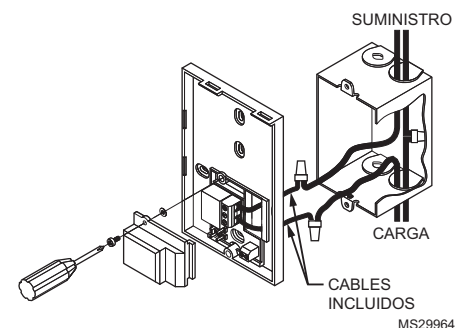

Fig. 2. Trazado de los cables hacia el termostato.
4. Pasar los cables a través de la abertura a la derecha de los terminales. Consulte la Fig. 2. Fijar el módulo posterior a la pared o a una caja eléctrica con los anclajes y tornillos murales provistos.